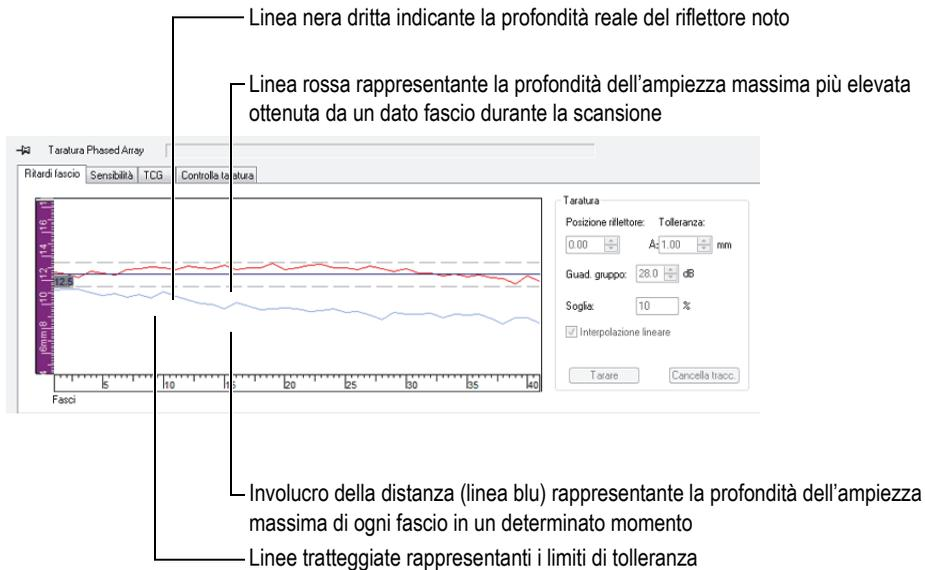

Figura 4-20 Curve per la taratura dei ritardi dei fasci
- a) Selezionare la scheda **Ritardi fascio** (vedi Figura 4-20 a pagina 120).